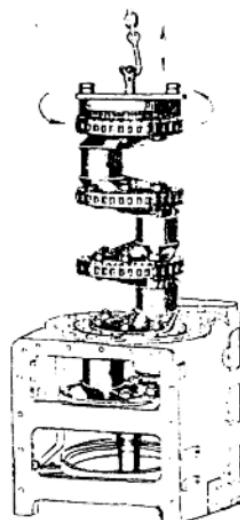

图 1-10 曲轴的拆装
(1) 用 2 只飞轮连接螺栓将专用吊环紧固在曲轴后法兰上。
(2) 用吊车或手拉葫芦慢慢地从机体中吊出曲轴,如图 1-10 所示。